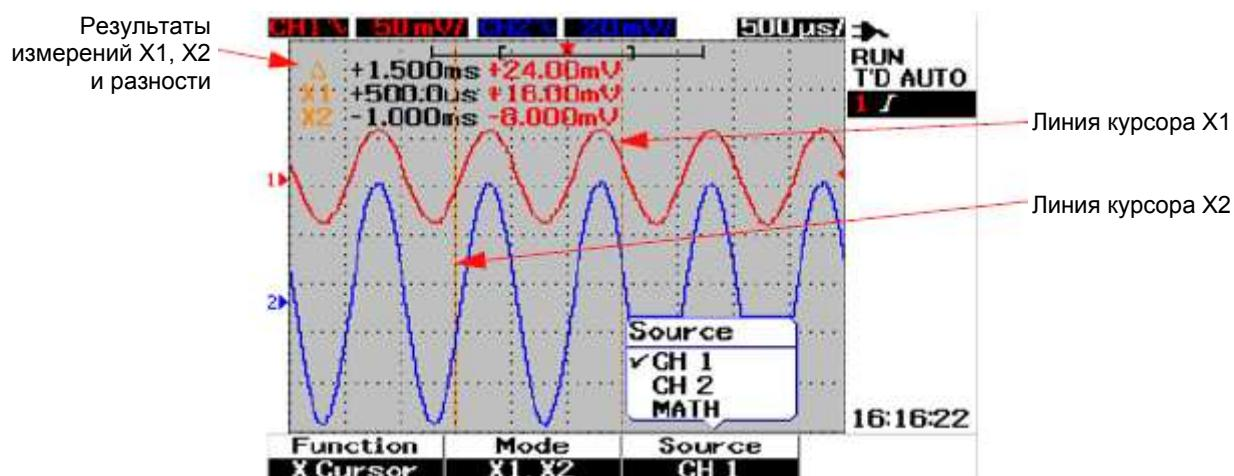

Рис. 3-24 Измерения с курсорами X для сигнала в канале 1 с линиями курсоров X1 и X2
- На рис. 3-24 выбраны обе линии курсоров (режим X1 and X2), причем измерения выполняются для сигнала в канале 1.